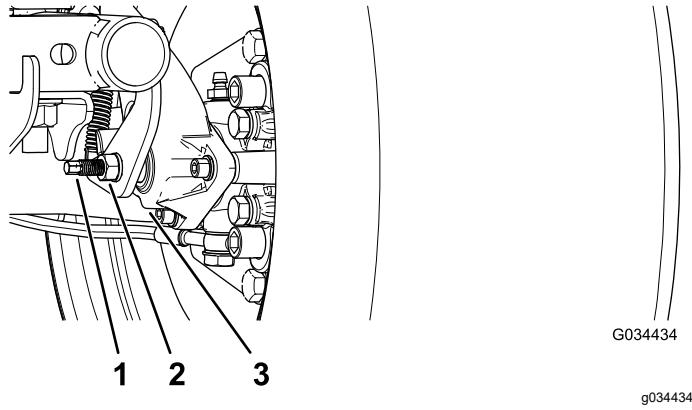

图 53
3. 使用 2 个扳手用 1 个扳手控制住制动盘上的调节杆用另一个扳手将锁紧螺母拧松 1/4 圈图 53。
4. 在将调节杆和锁紧螺母固定在位的同时旋入调节杆直至旋紧图 53。
5. 在将调节杆和锁紧螺母固定在位的同时向回倒旋  $\frac{1}{4}$  圈图 53。
6. 在将调节杆和锁紧螺母固定在位的同时拧紧锁紧螺母图 53。